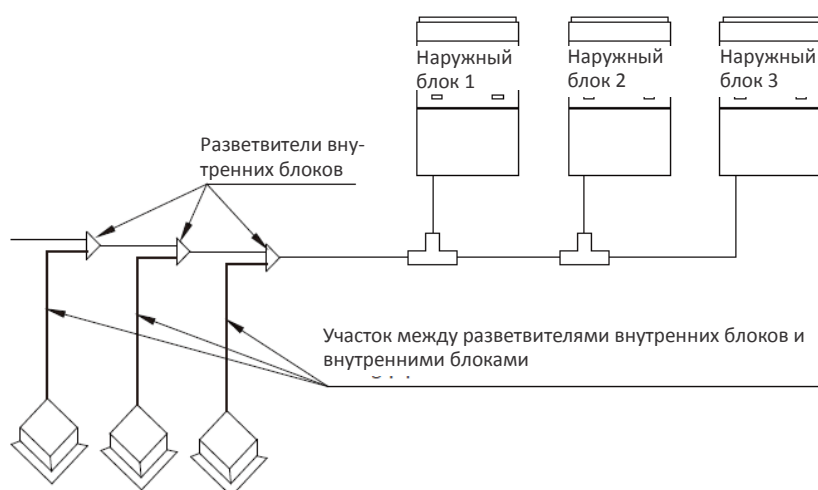

Рис. 29
- (1) При проектировании и монтаже трубных линий необходимо руководствоваться следующими принципами: трасса должна быть как можно более короткой. Перепад высот между внутренними и наружными блоками должен быть как можно меньше. Количество изгибов трассы необходимо сводить к минимуму. Радиус изгиба трубки должен быть максимальным.
- (2) Припаять соединительные трубки между внутренним и наружным блоками. Необходимо строго соблюдать правила выполнения пайки, которая должна обязательно производиться в среде азота. Необходимо исключить непропаянные соединения и дефекты швов.
- (3) При разводке трубок следует соблюдать осторожность, чтобы не повредить их. Радиус изгиба должен составлять не менее 200 мм. Многократный изгиб и растяжение трубок запрещены; это приведет к их порче. Запрещается изгибать или растягивать трубки в одном и том же месте более трех раз.
- (4) Динамометрическим ключом закрепить накидную гайку внутреннего блока (см. рис. 29).